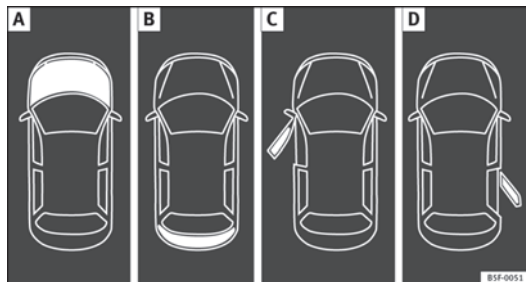

Fig. 37 A: åben motorhjelms; B: åben bagklap; C: venstre fordør åben; D: højre bagdør åben (kun i forbindelse med 5-dørs-biler).
- Åben motorhjelms, bagklap og åbne døre ⇒ Fig. 37